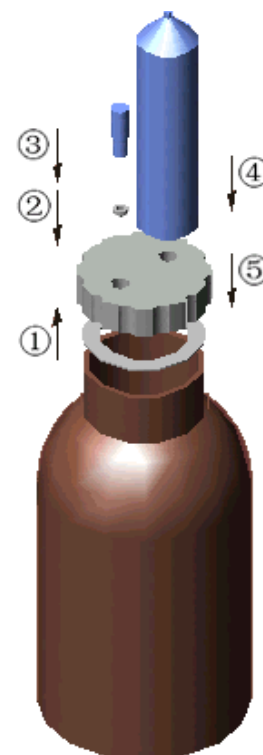

图 5-8
将瓶盖与其配件如图 5-8 所示，按①→②→③→④→⑤的步骤安装在试剂瓶上。